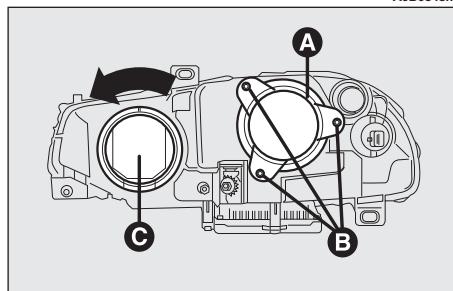
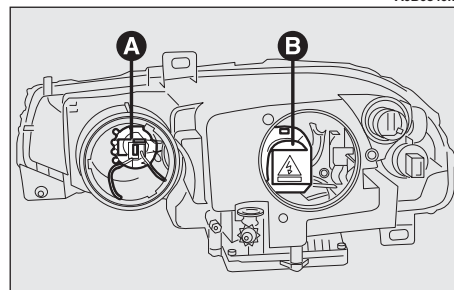
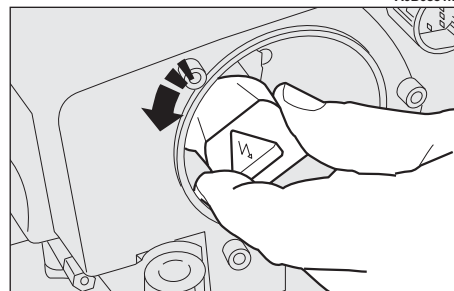

fig. 23
fig. 24
fig. 25
— Svitare le tre viti di fissaggio (B-fig. 23) e rimuovere il coperchio (A) di protezione.
— Ruotare il connettore (B-fig.24) della lampada allo xenon di un quarto di giro in senso antiorario, come indicato in fig. 25 e sfilarlo.
– Rimontare correttamente il coperchio di protezione (**A-fig. 23**).
– Ruotare in senso antiorario il coperchio (**C-fig. 23**) di protezione, risulta in tal modo possibile accedere alla lampada luci abbaglianti (**A-fig. 24**).
– Rimontare correttamente il coperchio di protezione (**C-fig. 23**).
- Ruotare in senso antiorario il coperchio (C-fig. 23) di protezione, risulta in tal modo possibile accedere alla lampada luci di posizione.
- Rimontare correttamente il coperchio di protezione (C-fig. 23).